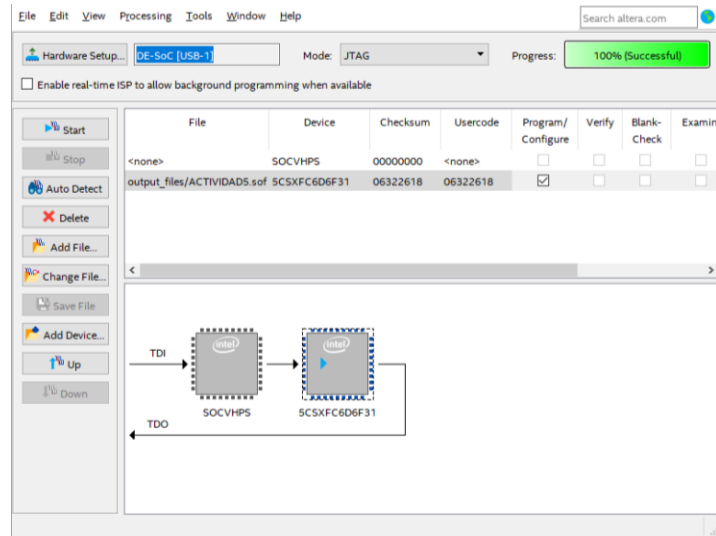

Ilustración 16: Programación exitosa del chip FPGA
21. Haga clic en la casilla correspondiente a la columna **Program/Configure** del archivo **ACTIVIDAD5.sof**, y luego seleccione **Start** para que se programe el chip FPGA. Para que la programación sea exitosa se debe de alcanzar el 100%, tal cual se muestra en la ilustración 16.